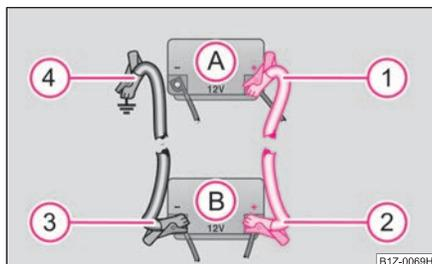

Abb. 161 Starthilfe mit der Batterie eines anderen Fahrzeugs: A - entladene Fahrzeugbatterie, B - stromgebende Batterie
- Befestigen Sie ein Ende **1** am Pluspol \Rightarrow Abb. 161 der entladenen Batterie **A**.